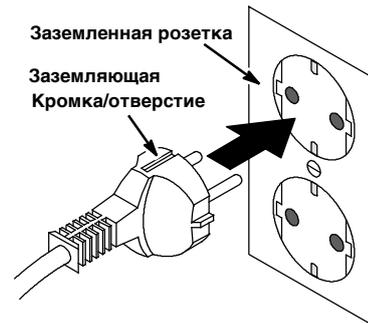

РИС. 5
2. Включите шнур питания в заземленную стенную розетку (Рисунок 5).